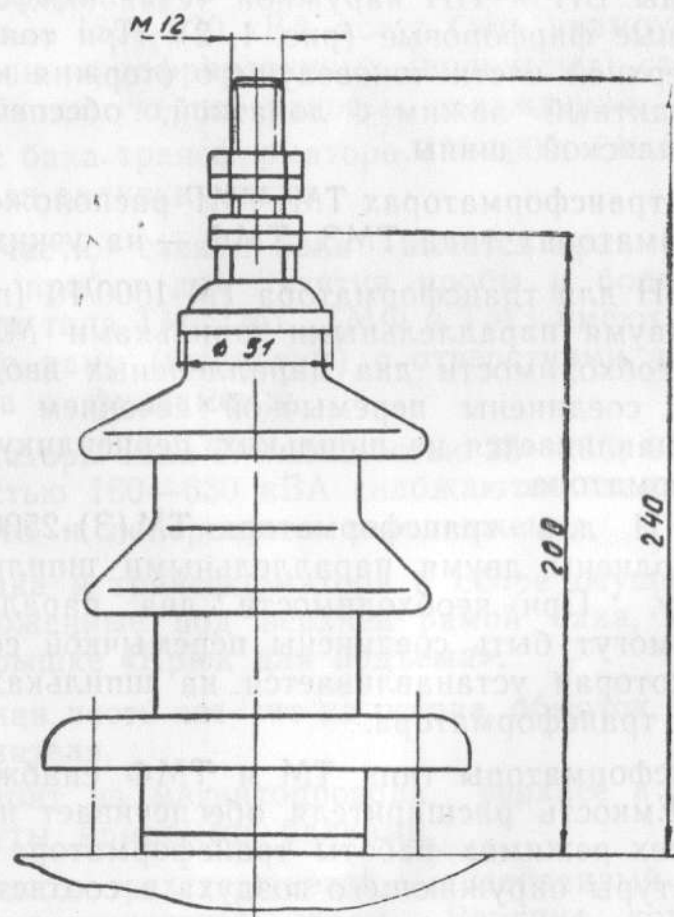

Рис. 1. Общий вид ввода на 10 кВ, 250 А.
3.4. Вводы ВН и НН наружной установки, съемные, изоляторы проходные фарфоровые (рис. 1, 2). При токе ввода 1000 А и выше к верхней части токоведущего стержня крепится специальный контактный зажим с лопаткой, обеспечивающий подсоединение плоской шины.